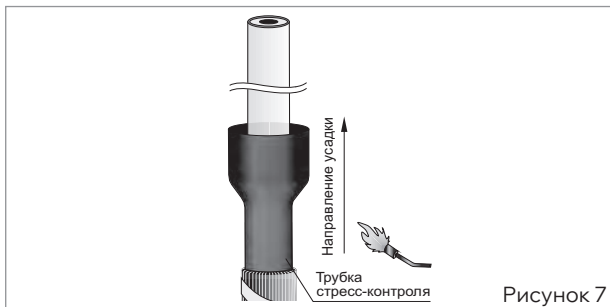

Рисунок 7
в последовательности, определенной на рис. 7а, 7б, 7в, придерживая наконечник трубным ключом или специальным приспособлением. Выступы болтов спилить напильником для удаления острых кромок и зазубрин до уровня поверхности наконечника, опилки тщательно удалить.
■ Надеть на каждую жилу трубку стресс-контроля до упора в отогнутые проволоки медного экрана. Усадить трубку с помощью горелки, начиная от проволоочного экрана и далее по направлению к концу жилы (рис. 7).